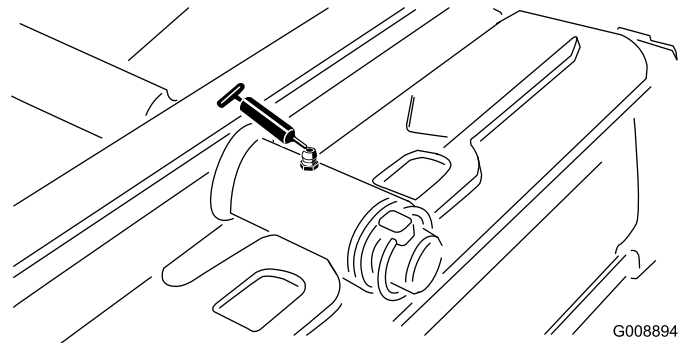

Figura 50
- Perno dell'apparato di taglio posteriore (Figura 50)